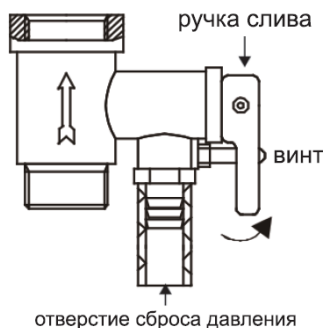

Рисунок 6
4. На входной патрубке, обозначенный голубым цветом и стрелкой направления течения воды, накрутите предохранительный клапан так, чтобы течение воды совпадало с направлением стрелки на корпусе клапана. На отверстие сброса давления предохранительного клапана (см. рисунок 6) оденьте дренажную трубку* для отвода воды (возможно появление при нагревании) в канализацию (трубку необходимо направить строго вниз и запрещено перегибать её).
6. Чтобы слить воду из внутреннего резервуара необходимо, воспользоваться предохранительным клапаном: открутить винт ручки слива предохранительного клапана и перевести ручку слива в верхнее положение, при этом кран выхода горячей воды должен быть открыт, а кран подачи холодной воды в водонагреватель должен быть перекрыт (см. рисунок 6). Из отверстия сброса давления предохранительного клапана потечет вода. Никогда не сливайте воду, если ее температура выше 50°C, т. к. это может привести к ожогам.